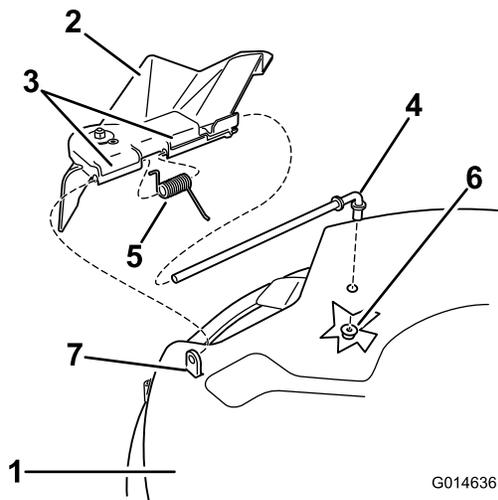
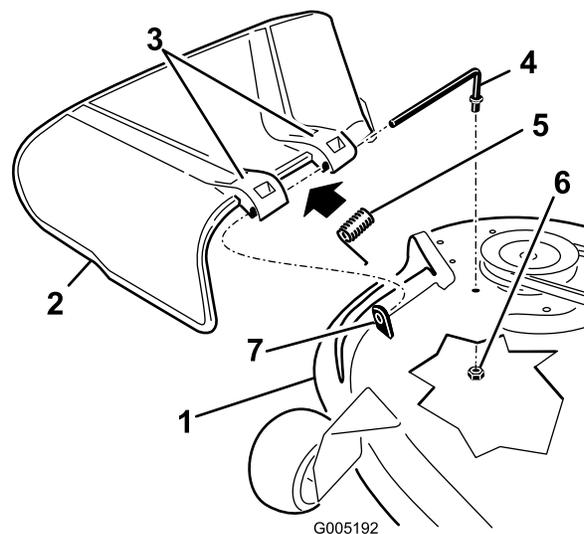

Figura 72
Figura 73
1. Retire la tuerca ($\frac{3}{8}$ ") de la varilla (debajo del cortacésped) (Figura 72 y Figura 73).
2. Retire la varilla del espaciador corto, del muelle y del deflector de hierba (Figura 72 y Figura 73).
4. Cambie el deflector de hierba (Figura 72 y Figura 73).
7. Deslice la varilla por el otro soporte del deflector de hierba (Figura 72 y Figura 73).
9. Sujete el extremo trasero de la varilla en el cortacésped con una tuerca ($\frac{3}{8}$ "), según se muestra en Figura 72 y Figura 73.